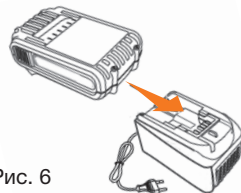

Рис. 6
- Включите в сеть зарядное устройство, при этом на нем загорится индикатор красного цвета. Вставьте аккумулятор в зарядное устройство (Рис. 6). Индикатор на зарядном устройстве будет моргать зеленым светом до полного заряда аккумулятора. После полной зарядки аккумулятора красный индикатор погаснет и загорится зеленый индикатор. В зависимости от емкости батареи зарядка длится 1- 4 часа.